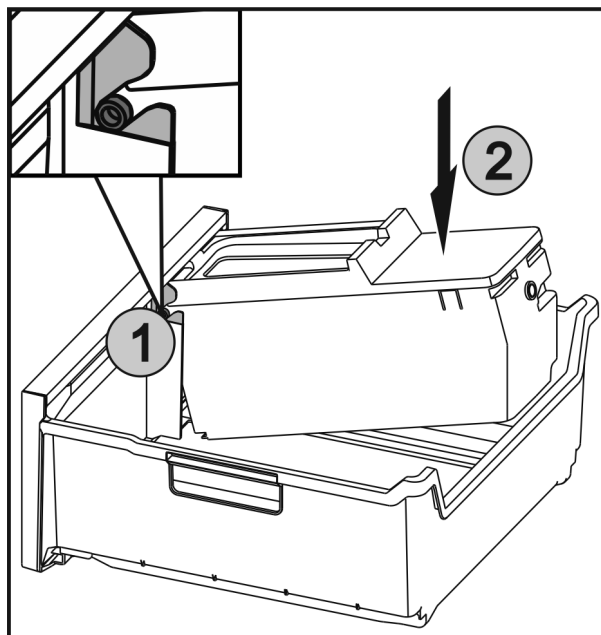

Fig. 40
- ▶ Zasuňte osy Fig. 40 (1) na EasyTwist-Ice do vedení a zatlačte zadní stranu Fig. 40 (2) tak, aby západka zaklapla.